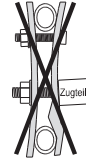

Abb. 9
**Warnung:** Die Schrauben gleichmässig und nicht zu fest anziehen. Die Kupplungsplatten müssen parallel liegen und dürfen nicht verbogen sein (Abb. 9).